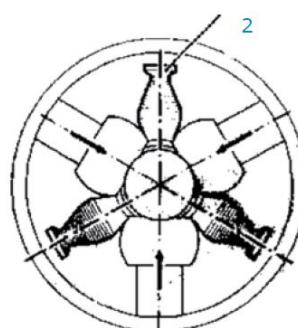

Figure 4
**9. Amener** les galets vers le centre. Positionner l'étoile de retenue (2, figure 4).